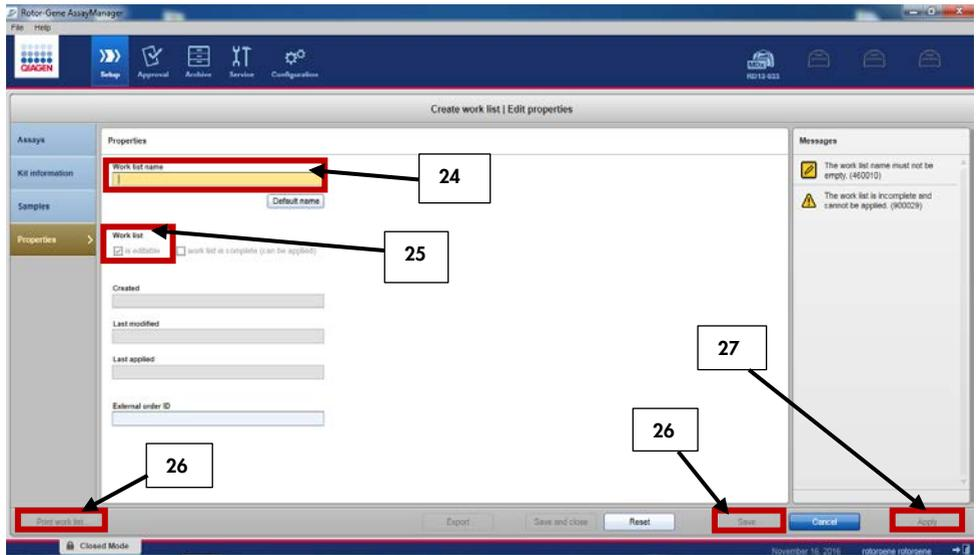

Figure 11. Création d'une liste de tâches.
24. Sélectionner « Propriétés » et entrer un nom de liste de tâches (Figure 11).